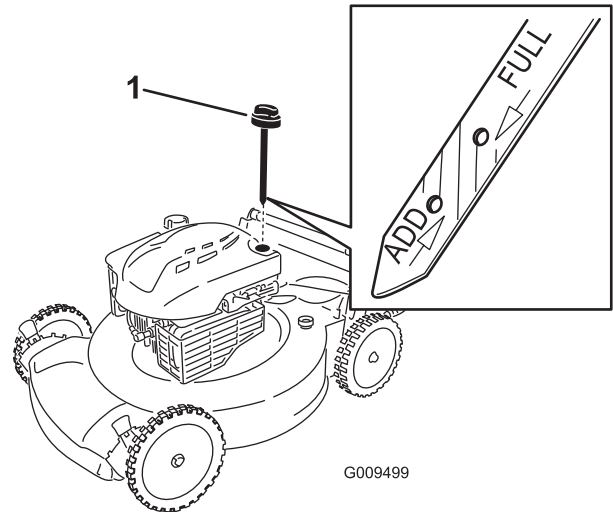

Figure 10
2. Retirez la jauge (Figure 10).
5. Observez le niveau d'huile indiqué par la jauge (Figure 10).
- Si le niveau n'atteint pas le repère minimum sur la jauge, versez lentement une quantité d'huile suffisante dans le goulot de remplissage, patientez 3 minutes et répétez les opérations 3 à 5 jusqu'à ce que le niveau d'huile atteigne le repère **maximum** (Figure 10).